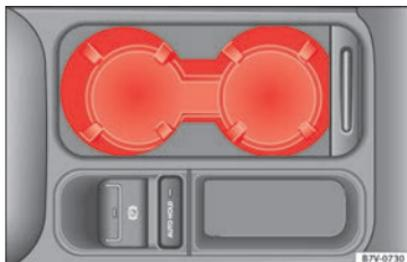

Fig. 189 Consola central à frente: suporte de bebidas.
- Para *abrir*, deslocar a cobertura para trás » Fig. 189.